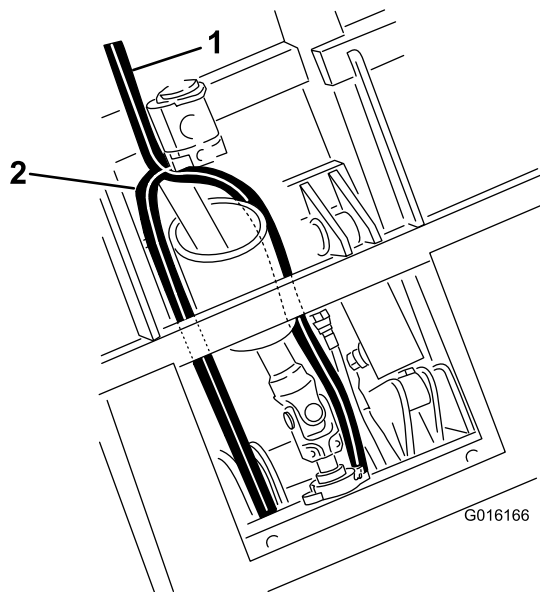

Figura 107
- Enrute la manguera del depósito por debajo del cilindro de elevación y entre los soportes de montaje del cilindro hasta la válvula (Figura 107).
- Enrute la manguera de presión junto al árbol de la TDF hasta la válvula (Figura 107).